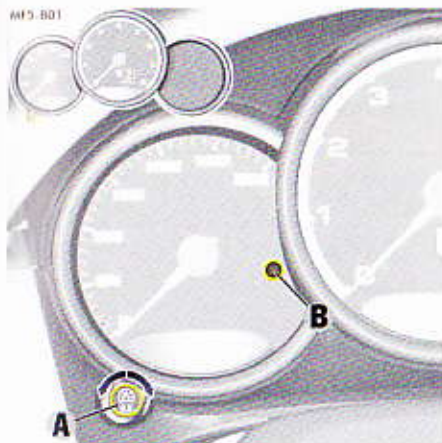

Fig. 124 : Touche de réglage et capteur de luminosité
- ▶ Maintenez le bouton de réglage A (Fig. 124) dans la direction voulue jusqu'à atteindre le niveau de luminosité souhaité.